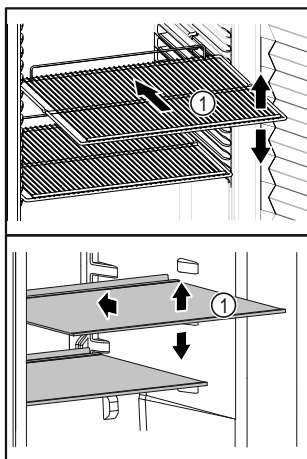

Fig. 67 Примерно изображение
- ❑ Ако местата за поставяне Fig. 67 (1) могат да се местят, регулирайте ги според височината.